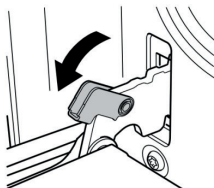

Рисунок 1
1. Откройте дверь на максимальный угол и переместите на себя фиксатор на петле двери (см. рисунок 1). Имеется два фиксатора — по одному с каждой стороны двери духового шкафа.